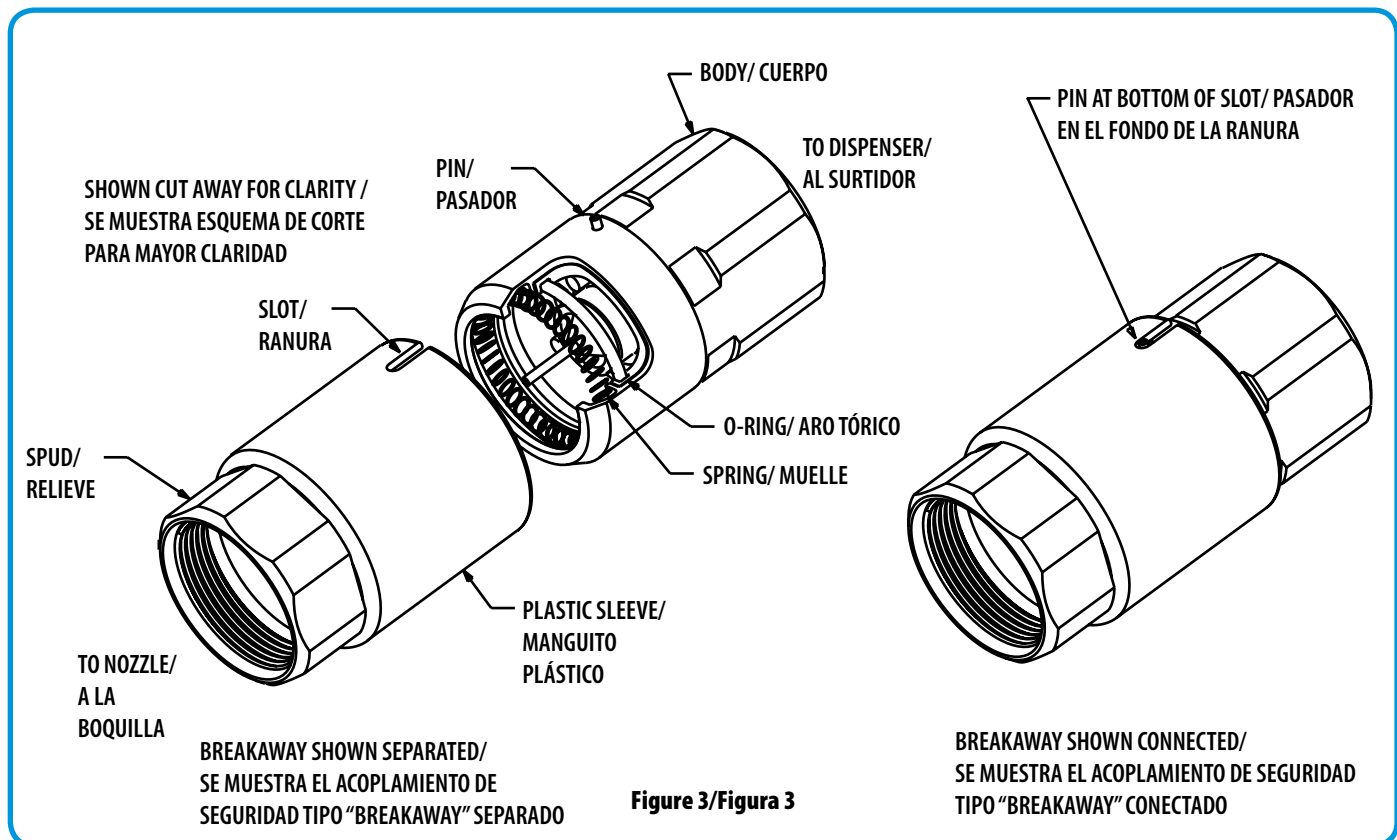

Figure 4/Figura 4
- d. Use a ratchet style one-handed bar clamp such as Bessey part number DU030-8 (Grainger part number 6XE60) or equivalent to compress the two halves together (see FIG 4).
- d. Utilice una abrazadera de barra de tipo trinquete, de uso con una mano, tal como el número de pieza de Bessey DU030-8 (número de pieza de Grainger 6XE60) o equivalente para comprimir las dos mitades entre sí (consulte la FIG. 4).